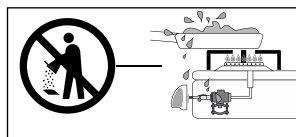

Figura 51
- Las válvulas deben permanecer en su interior limpias de grasas y derrames originados por la cocción de alimentos. El depósito de residuos puede afectar el buen funcionamiento de las mismas (Ver figura 51).